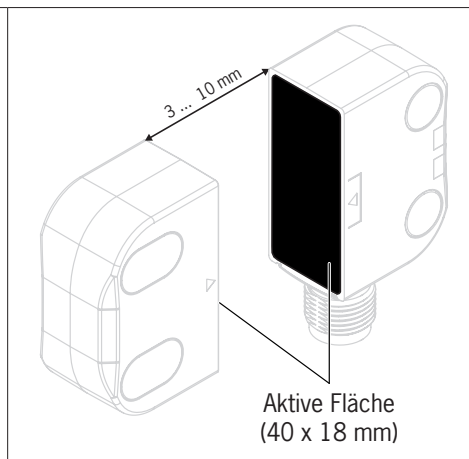

Bild 2: Abstand Schalter - Betätiger
- › Der Abstand zwischen Schalter und Betätiger muss mindestens 3 mm betragen und darf nicht mehr als 10 mm betragen (siehe Bild 2).